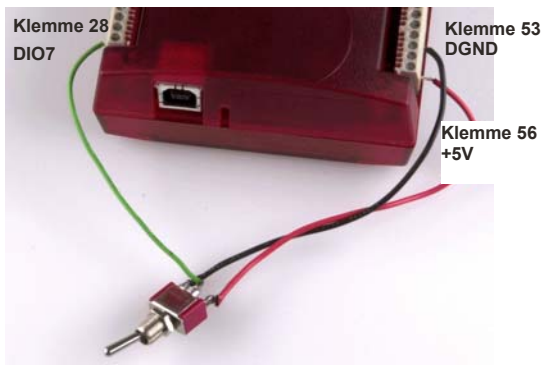
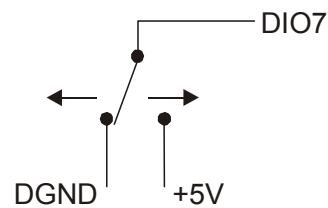

Abb. 3-4. Erkennung des Schalterstatus durch DIO7
Abb. 3-5. Schematische Darstellung der Statuserkennung durch DIO7
Wenn sie als Eingang konfiguriert sind, kann darüber der Zustand der TTL-Eingänge überwacht werden. In Abbildung 3-4 finden Sie die entsprechende Schaltung und in Abbildung 3-5 eine schematische Darstellung. Wenn Sie den Schalter auf den Eingang +5 V USER legen, liest Anschluss DIO7 *WAHR* (1). Wird der Schalter auf DGND gestellt, liest DIO7 *FALSCH* (0).